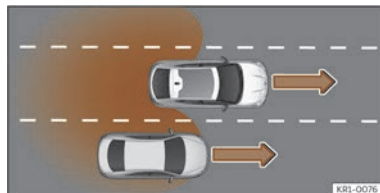

Fig. 154 Adelantamiento en el carril central e incorporación posterior al carril derecho.
- Cuando se adelanta a otro vehículo >>> **fig. 154** con una diferencia de velocidad de aprox. 10 km/h (6 mph). Si el adelantamiento es considerablemente más rápido, no se muestra ninguna indicación.